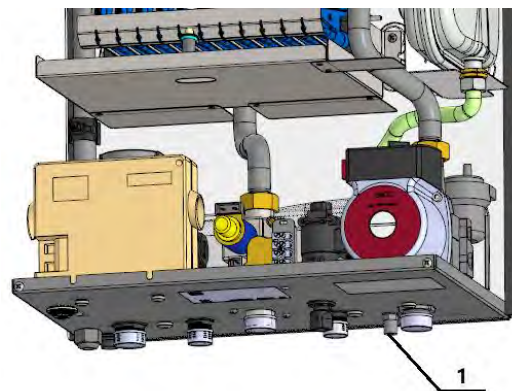

Рис. 7 Дренажный клапан
- При давлении свыше 2 бар открыть клапан дренажный (1), (см. рисунок 7), понизив давление до 1,5 бар. При давлении ниже 1 бар – открыть кран подпитки контура отопления (24) и закрыть кран при достижении давления от 1 до 1,5 бар;
При демонтаже элементов контура отопления необходимо слить теплоноситель из котла. Для этого необходимо выкрутить дренажный клапан 1 (см. рис. 7).